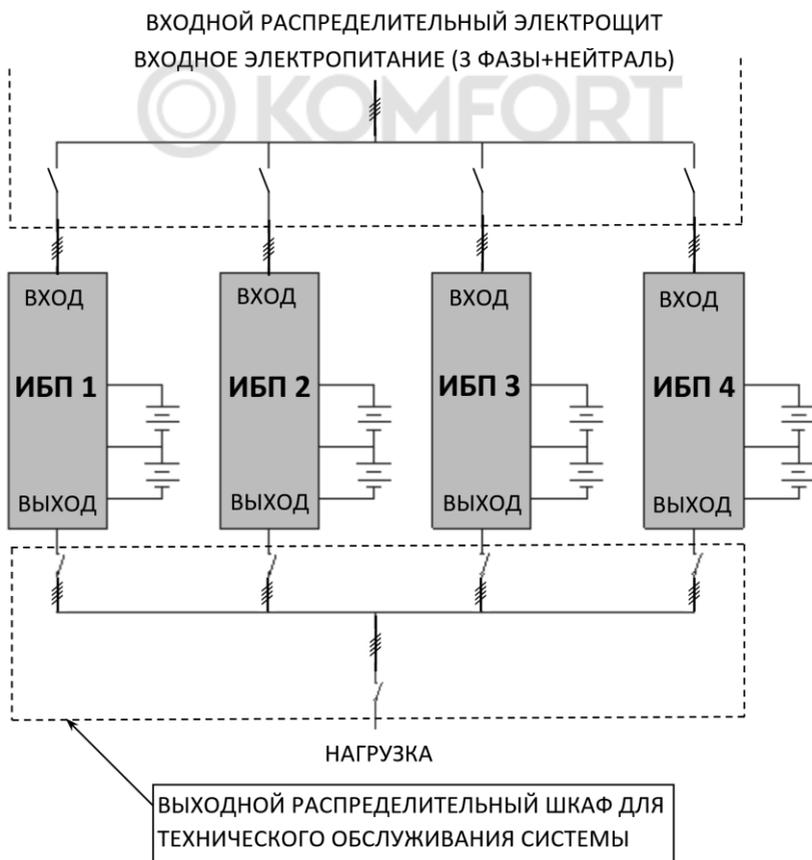
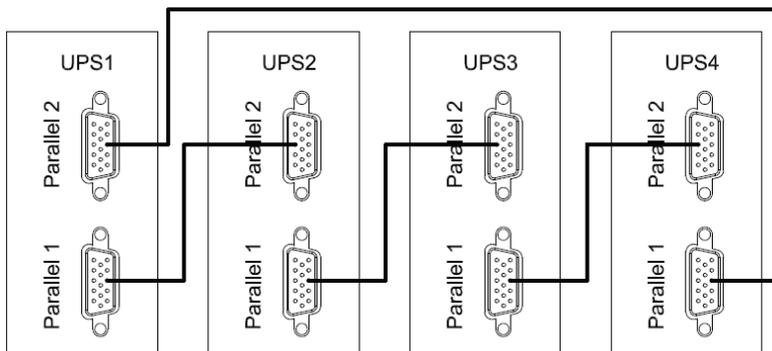

Рисунок 24 — Пример схемы подключения четырех изделий в систему параллельного резервирования с выходным распределительным шкафом.
Рисунок 25 — Схема соединения изделий в «кольцо» через параллельные порты.
Изделие имеет встроенный параллельный контроллер и может работать в системе бесперебойного питания с параллельным резервированием (см. рисунок 24 и рисунок 25). Целью такой системы является либо повышение надежности (резервирование), либо увеличение общей выходной мощности (масштабирование).
<p style="text-align: center;">ВНИМАНИЕ!</p> <p>Установите дополнительные внешние выходные выключатели (см. рисунок 24) между выходными клеммами каждого изделия и общими шинами, тщательно соблюдая фазировку.</p>
- отключите входное сетевое питания каждого изделия. Убедитесь в том, что все внешние выключатели разомкнуты (см. рисунок 24);